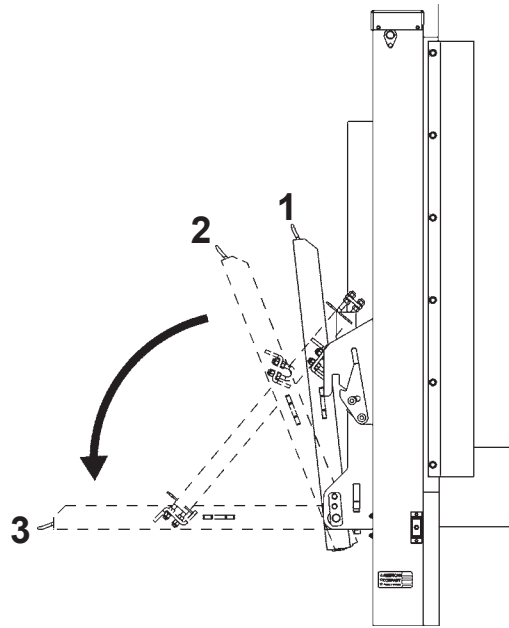
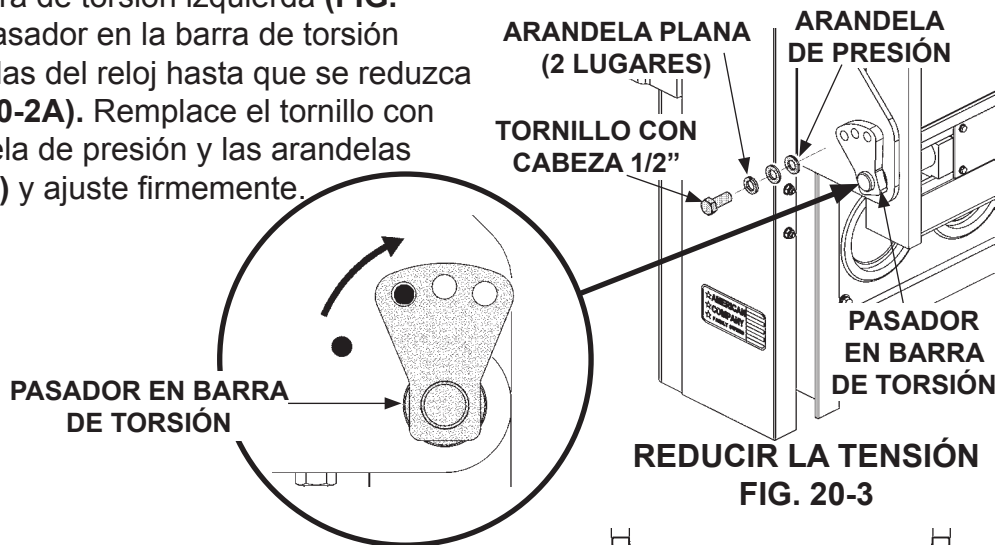

FIG. 20-1
FIG. 20-2A
3. Desdoble la plataforma (**FIG. 20-1**). La plataforma debería salir del gancho como lo muestra la **FIG. 20-1, posición 1**.
4. Desdoble la plataforma hasta que el pasador esté a 2"-3" [5 - 7.6 cm] del pestillo (**FIG. 20-1, posición 2**). Libere la plataforma. Observe si comienza a doblarse, si se mantiene parcialmente desdoblada o si se desdobra sin resistencia alguna. La plataforma debe desdoblarse lentamente al ser liberada (**FIG. 20-1, pos. 3**). Para incrementar la resistencia al desdoblar la plataforma, ajuste el pasador en la barra de torsión en contra de las manecillas del reloj hasta que la tensión incrementada se aplique en la barra de torsión (**FIG. 19-1**). Cuando la plataforma esté desdoblada, debe quedar plana (**FIG. 20-1, pos. 3**). Si la plataforma no queda plana, debe disminuir la tensión quitando el tornillo con cabeza, la arandela de presión y las arandelas planas del pasador en la barra de torsión izquierda (**FIG. 20-2**). Ajuste el pasador en la barra de torsión hacia las manecillas del reloj hasta que se reduzca la tensión (**FIG. 20-2A**). Remplace el tornillo con cabeza, la arandela de presión y las arandelas planas (**FIG. 20-2**) y ajuste firmemente.